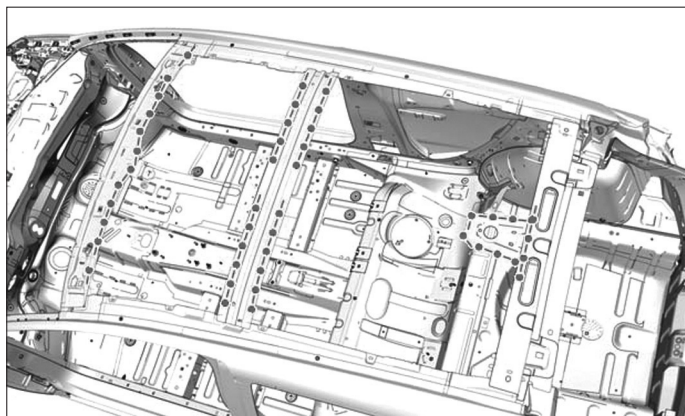

FIG. 128
- Appliquer une colle de calage indice A2 (Fig.128).